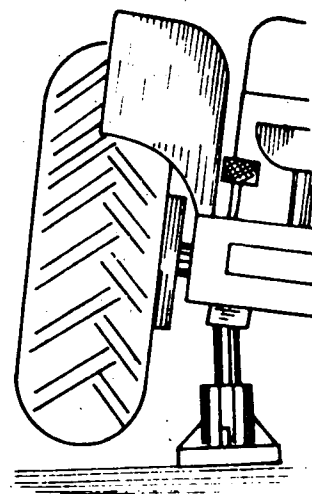

Fig. 1
- f Coloque um macaco sob o eixo traseiro e levante a roda (fig.1)